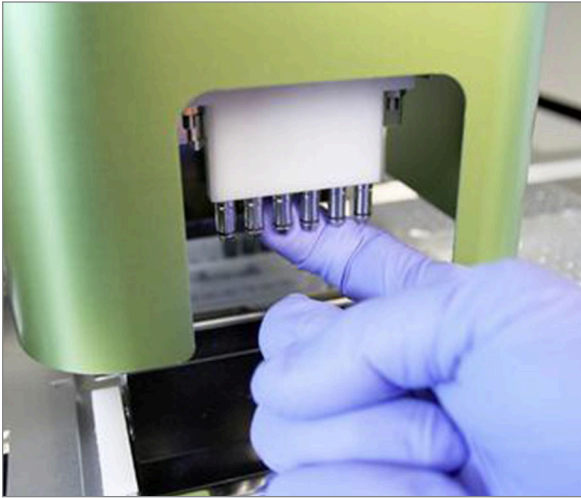

FIGURA 7.10: utilice el dedo para aplicar una pequeña cantidad de grasa de silicona NanoString a las juntas tóricas
3. Para lubricar las juntas tóricas, utilice unos guantes para extender con el dedo una pequeña cantidad de grasa de silicona sobre la junta tórica, tal y como se muestra en la **FIGURA 7.10**.